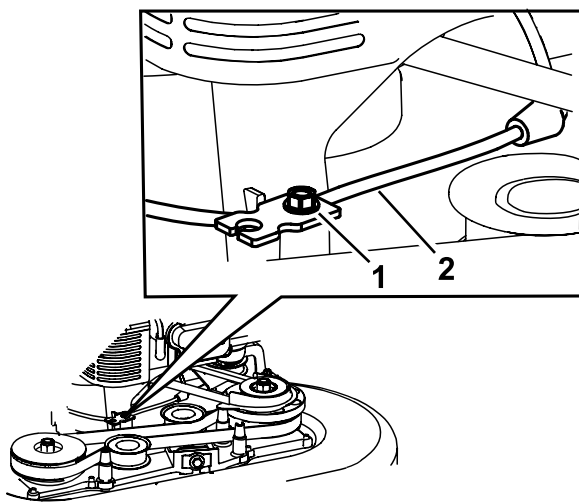

Figura 43
- Slăbiți urubul clemei cablului (Figura 43).